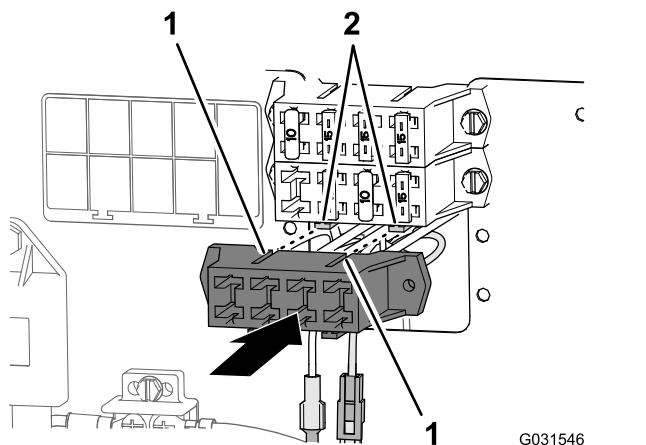

Рисунок 205
3. Совместите пазы во вспомогательном блоке предохранителей с монтажными фланцами блока предохранителей машины (Рисунок 205).